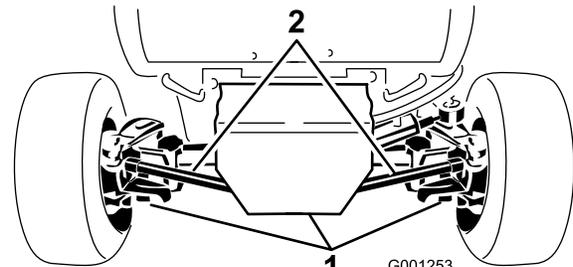

Bild 64
2. Reinigen Sie den Bereich um die drei Ablassschrauben (Bild 64).